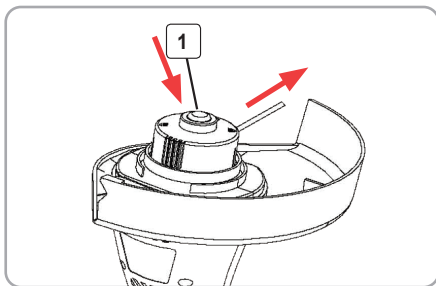

Fig.7
- La pornirea trimmerului pentru prima data, verificati daca firele de nylon ating sau trec peste lama de taiere. In cazul in care acestea nu sunt suficient de lungi, apasati butonul (Fig. 7 (1)) si trageți mai mult de firul de nylon pentru a-l lungi. (Fig. 7)